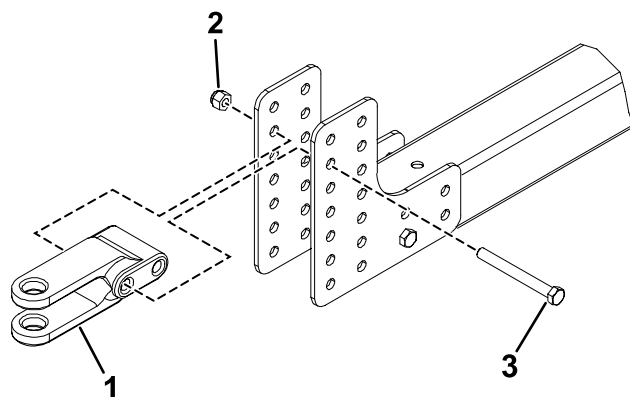

Figura 4
7. Monte a forquilha do reboque nas placas do acoplador com 2 parafusos e 2 porcas de bloqueio (Figura 4).